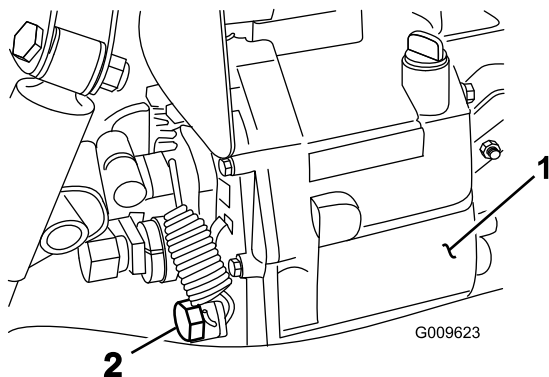

図 66
2. 油圧オイルタンクの側面にあるドレンバルブをゆるめ、流れ出すオイルを容器に受ける(図 66)。